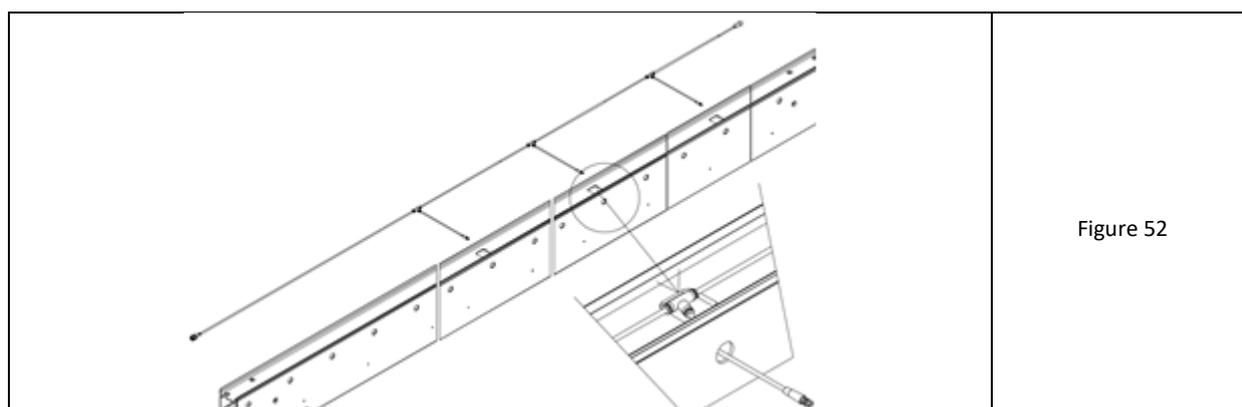

Figure 52
25. Pour les lames avec les spots LED, avant d'insérer la tige de la lame dans la barre d'entraînement, pousser ensemble les connecteurs de câble dépassant de la barre et de la tige (Fig. 52). Poussez le connecteur à l'intérieur de la barre. Insérez ensuite la lame de manière standard en suivant les étapes ci-dessus